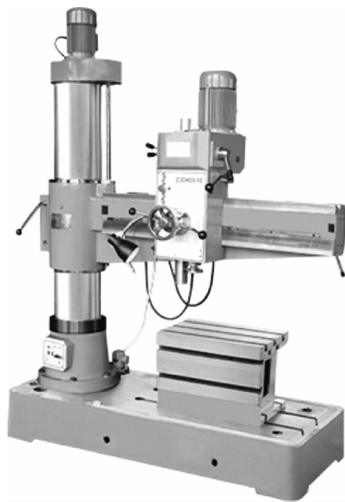

图 1-7 摇臂钻床
③摇臂钻床。摇臂钻床(见图 1-7)的主轴变速箱能在摇臂上做较大范围的移动,摇臂能绕立柱中心做 360°回转运动,并可沿立柱上下移动,故摇臂钻床能在很大范围内工作。摇臂钻床的主轴转速范围和走刀量范围比较宽,因此工作时可获得较高的生产效率和加工精度。